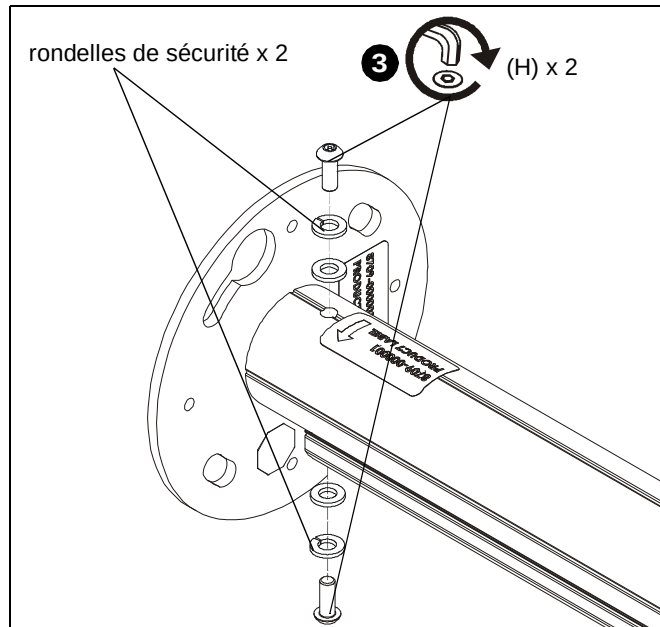

Figure 3
3. Utilisez deux vis de sécurité (H) M6 x 16 mm et des rondelles retirées à l'étape 2 pour fixer la colonne de montage de série KITE à la plaque adaptatrice. (Voir Figure 3)
IMPORTANT ! : Les rondelles doivent être installées à nouveau dans le même ordre, les rondelles de sécurité étant plus proches des tête des vis. (Voir la Figure 3)